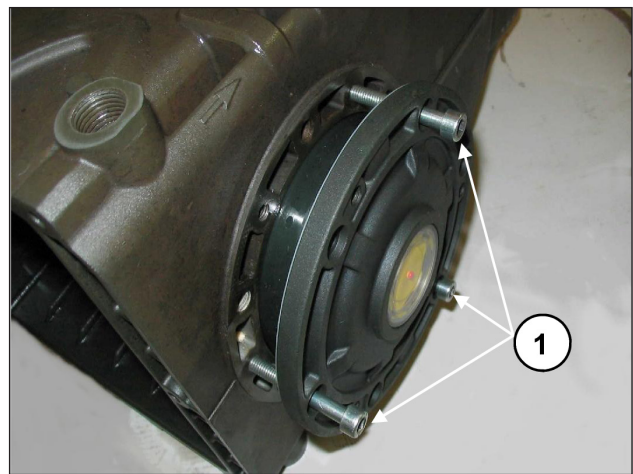
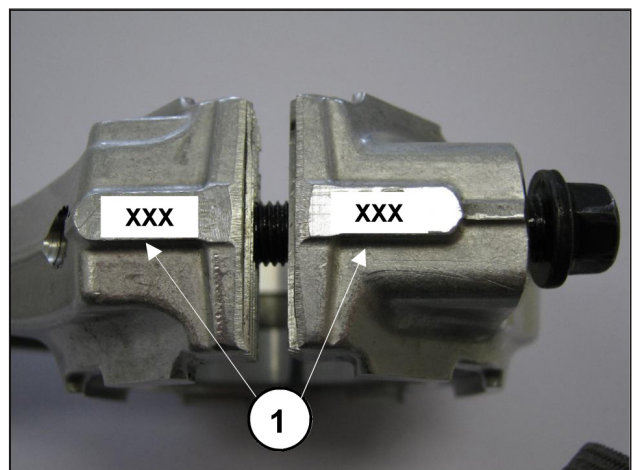

Fig. 8
Fig. 9
Para facilitar a entrada da primeira seção e da relativa inserção das coberturas no carter, aconselha-se o uso de três parafusos M6 x 40, parcialmente rosqueados, (Fig. 8, pos. ①) para depois completar a operação com os parafusos fornecidos (M6x18).
- Emparelhe os chapéus da haste em suas relativas hastes, referindo-se à numeração (Fig. 9, pos. ①). **Preste atenção na direção correta da montagem dos chapéus.**
Para a aproximação de duas coberturas laterais no carter, pode-se usar três parafusos M6x40 para uma primeira fase de orientação, como indicado na Fig. 8 e os parafusos previstos para a fixação final.
Depois de desmontar as coberturas laterais, conforme indicado no parág. 2.1.1, retire o anel externo dos rolamentos das coberturas e do anel interno com a parte restante do rolamento, das duas extremidades do eixo através de uma "tomada de caça" normal ou ferramenta equivalente, conforme indicado na Fig. 8 e Fig. 9.